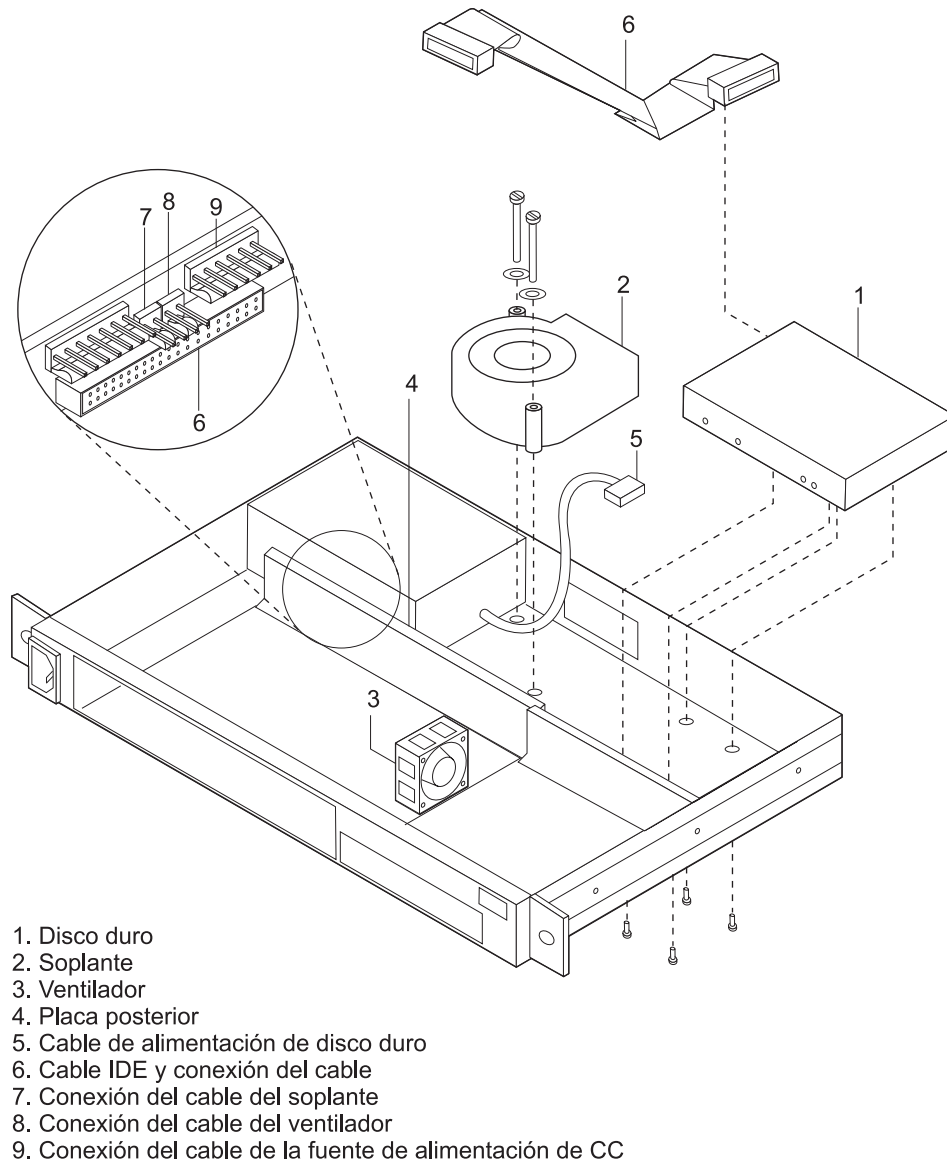

Figura 2-13. Chasis del Modelo 1xx con una unidad de disco duro
3. **Conecte el cable de alimentación de CC a la placa posterior en la conexión de seis patillas. Conecte los cables del conector del ventilador y del soplante a la placa posterior en cualquiera de las conexiones de dos patillas (consulte la Figura 2-13 en la página 2-29).**
4. Dirija el cable IDE (plano) de la unidad de disco duro como se muestra en la Figura 2-13 en la página 2-29.